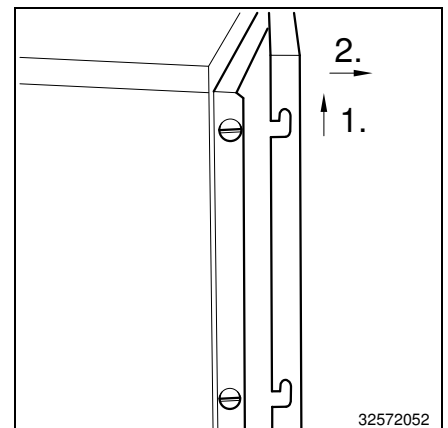

Рис. 23
5. Снимите крышки разъемных отсеков панелей 1 и 2 (Рис. 23), чтобы обеспечить доступ к нижним резьбовым соединениям панелей и болтовым соединениям кабельных отсеков.